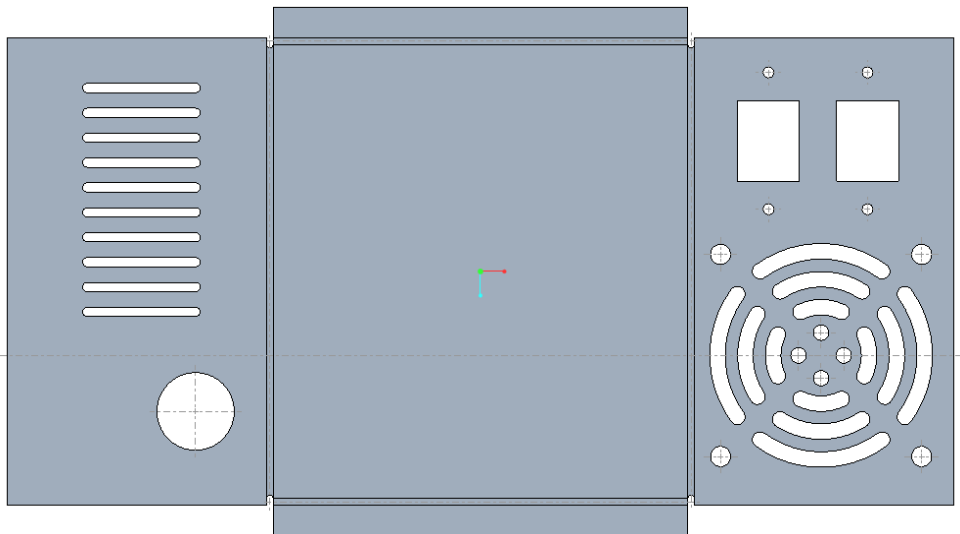

图 6-89 钣金模型
(4) 默认的深度选项为“ (下一个)”，单击 (完成) 按钮，创建 4 个切口后的钣金件展平模型如图 6-89 所示。